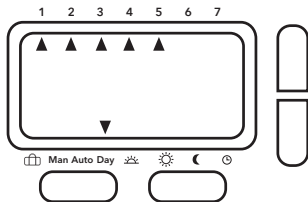

Рис. 5:
**Примечание:** последнее событие текущего дня может быть продлено до первого события следующего дня. Если выбран режим работы «7 Дней» (см. параметры установки, параметр 1), то можно выбрать дни как блоки или отдельные дни (рис. 5 ... 8).